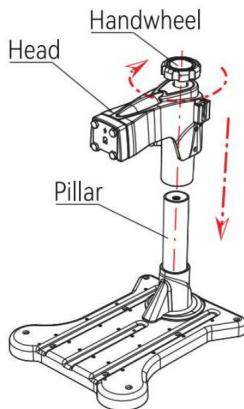

Fig 1
1. Placez la tête dans le pilier et faites tourner le volant 10 fois dans le sens des aiguilles d'une montre, ce qui indique que la tête est installée (comme indiqué sur la fig. 1).